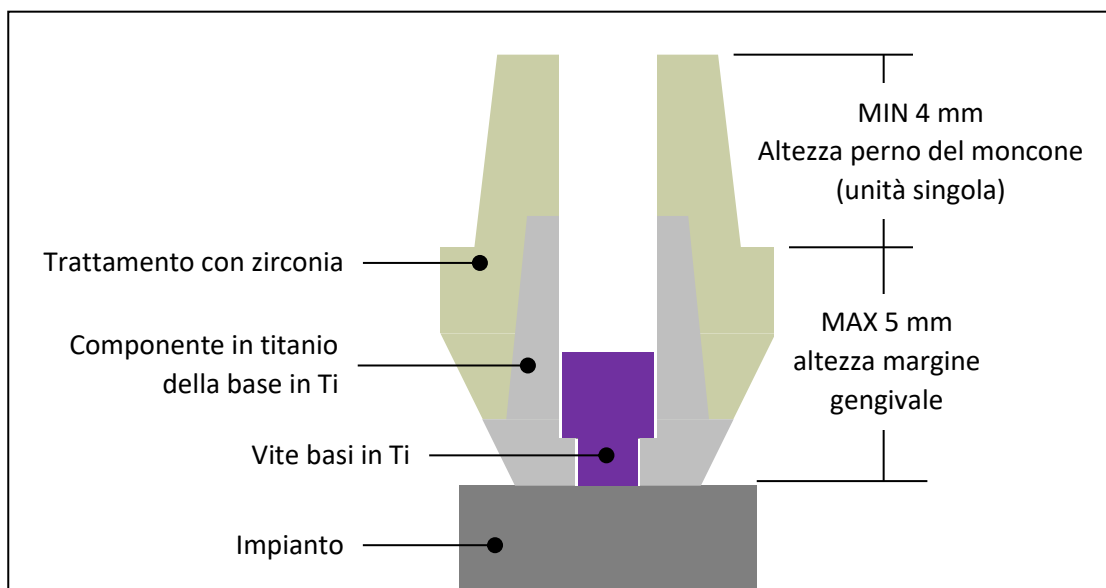

Figura 2 – Limitazioni del progetto per la lavorazione con zirconia (sovrastuttura)
- Altezza massima dei margini 5 mm. (fare riferimento alla **Figura 2**)
- Monconi con basi in Ti con altezza del perno inferiore a 4,0 mm sono destinati esclusivamente a restauri multi-unità. (fare riferimento alla **Figura 2**)